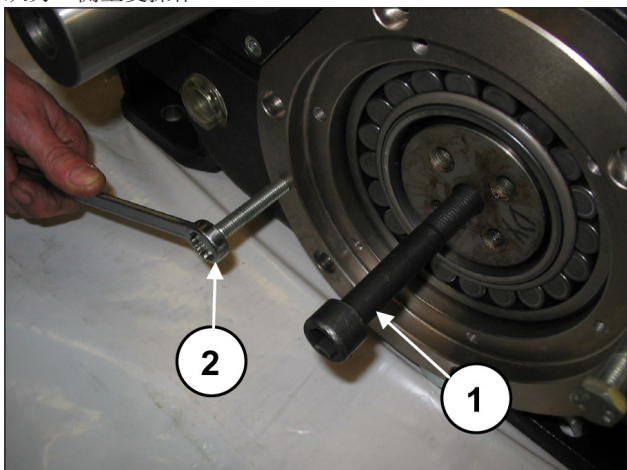
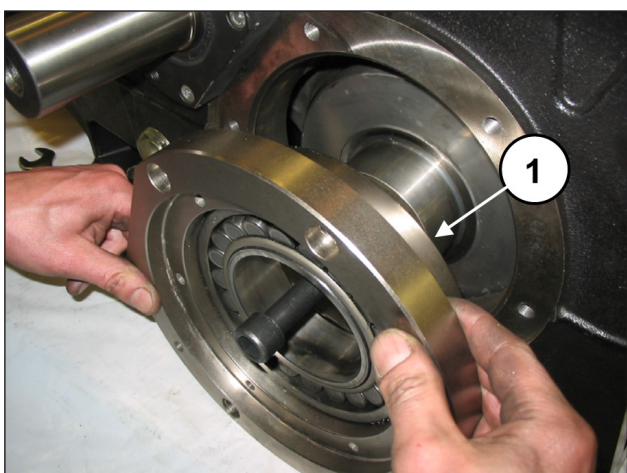

图 23
图 24
将一个M16的螺纹销钉连接到曲轴的一端（位置①，图 23），并在举起曲轴的同时，将轴承盖连同轴承和O型圈（位置①，图 24）一并拆下。为了便于拆卸，可使用2个螺柱和M10螺栓（位置② - 图 23）作为提取器。从另一侧重复操作。